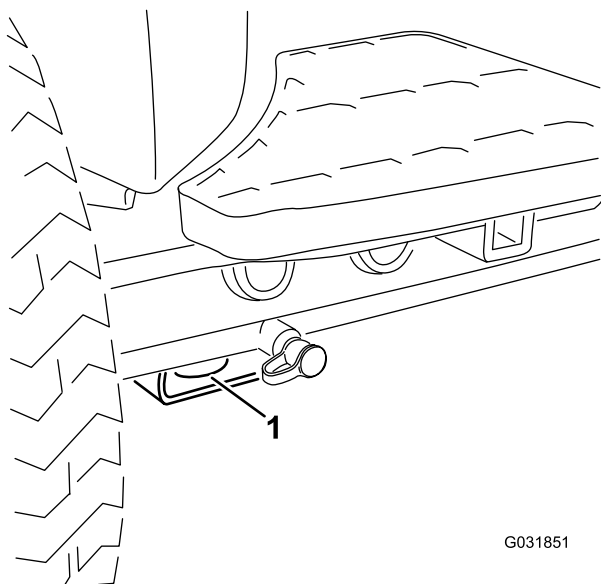

Figure 56
- **Avant de la machine** – trou dans le patin rectangulaire, sous le tube d'essieu, à l'intérieur de chaque roue avant (Figure 56).